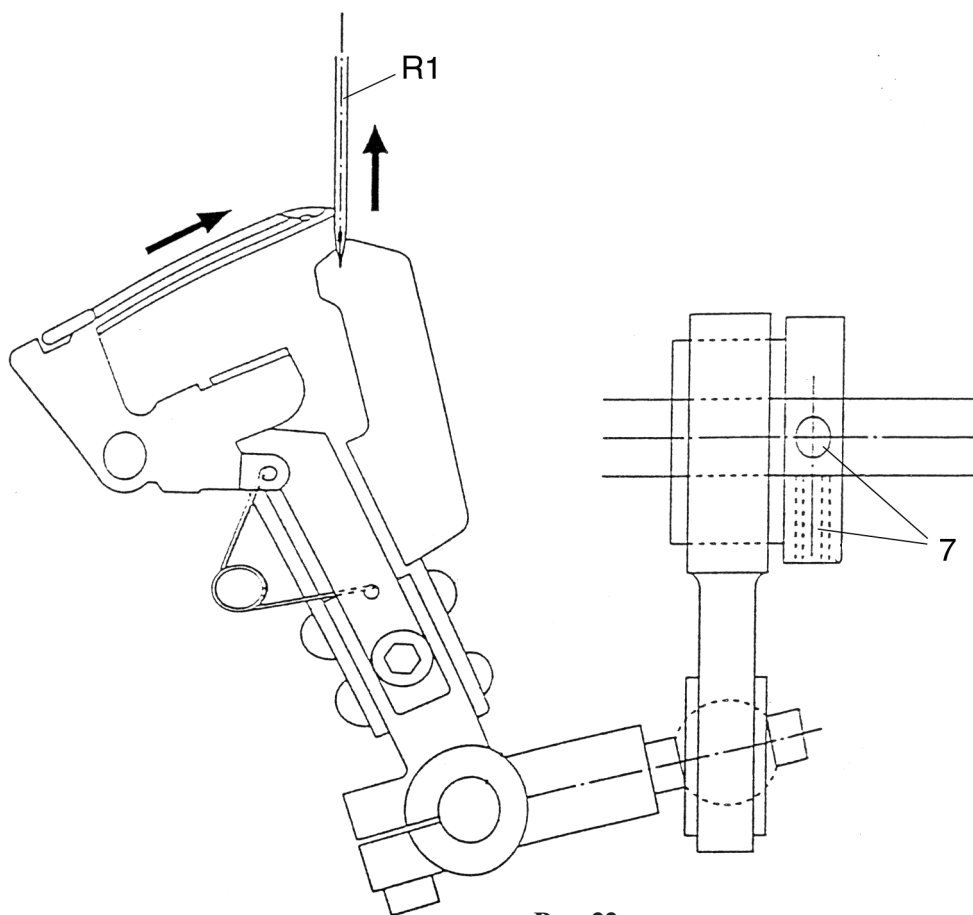

Рис. 22
- Слегка ослабьте оба винта 7 приводного эксцентрика (рис. 22).